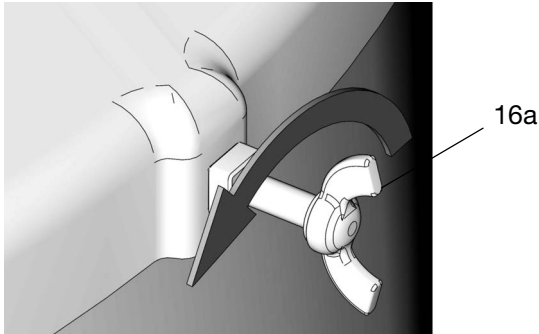

FIG. 24
2. Afloje los tornillos de mariposa (16a) para retirar la cubierta (16) del bidón (FIG. 24).